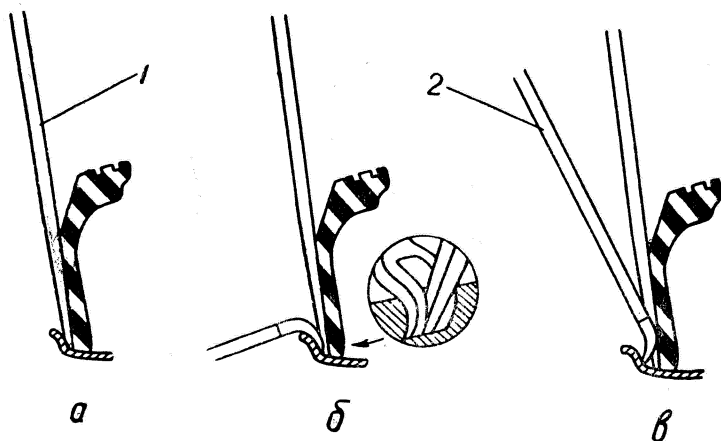

Рис. 44. Последовательность операций при демонтаже шин.
2. Освободите бортовое кольцо от шины. Для этого введите прямую лопатку между бортовым кольцом и шиной и отожмите борт шины вниз (рис. 44а).
3. В образовавшийся зазор между бортовым кольцом и шиной вставьте лопатку таким образом, чтобы прямая лопатка находилась в пазу вилочной лопатки (рис. 44б). Вилочной лопаткой отожмите борт шины вниз (рис. 44в). Продолжайте эту операцию последовательно по всей окружности покрышки до тех пор, пока не будет снят борт шины с конической полки бортового кольца. Затем приступайте к снятию бортового кольца.